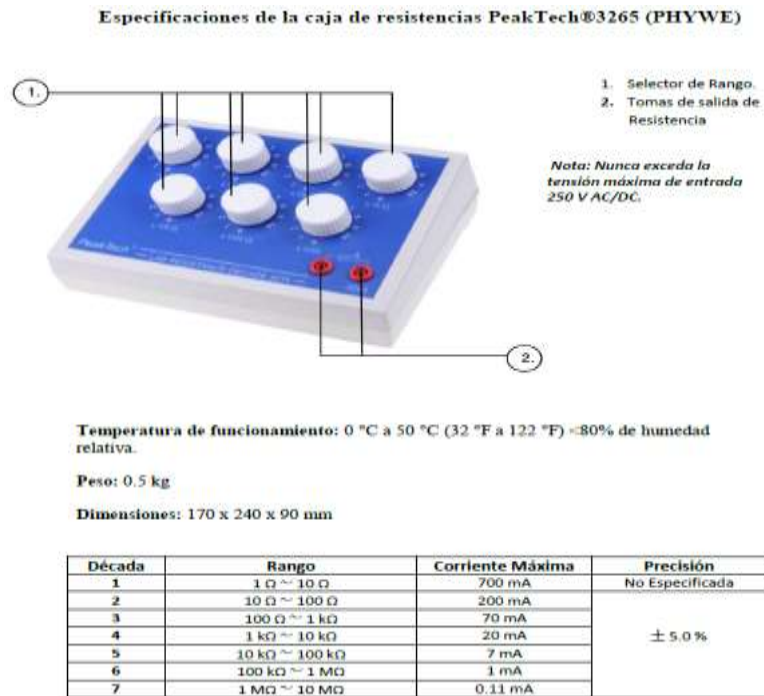

Fig. 5 Especificaciones caja de resistencias de alta precisión.
2. Resistencia variable en decadas (Phywe). Corriente máxima, 700 mA. *Ver especificaciones de la caja de resistencias, Fig.5*
- 3.2.2. Tener en cuenta las especificaciones de la caja de resistencias resumidas en Fig. 5.
Ajuste la salida de corriente de la fuente ϵ , a un valor de 0,2 A. Lea y tenga en cuenta las especificaciones de la caja de resistencias resumidas en la Fig. 5.